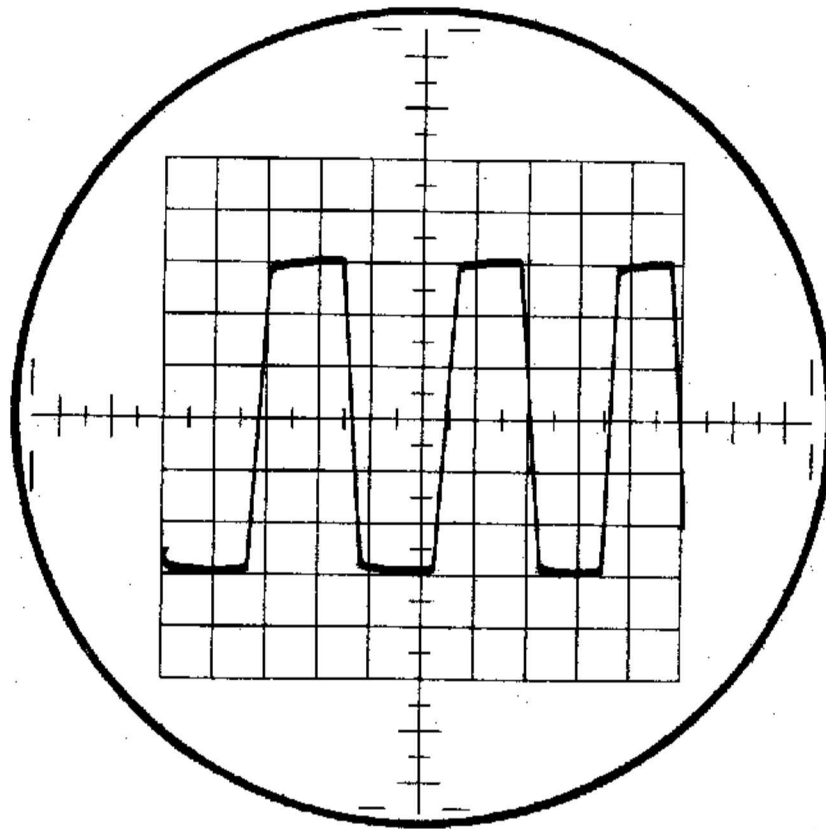

Fig. 4 - Forma d'onda trapezoidale del calibratore.
Dopo circa un minuto di attesa, se tutto è normale, dovrà comparire sullo schermo la forma d'onda trapezoidale del calibratore la quale, dopo opportune regolazioni dei comandi, potrà presentarsi come illustrato nella *fig. 4*.
1) - Si regola il comando di *scansione* in modo da fermare sullo schermo un certo numero a piacere di onde trapezoidali (ad esempio tre, come visibile nella *fig. 4*); se la figura è animata da un lento moto di traslazione verso destra oppure verso sinistra, si potrà bloccarla regolando in senso destrorso (orario) il comando di *sincronismo*.